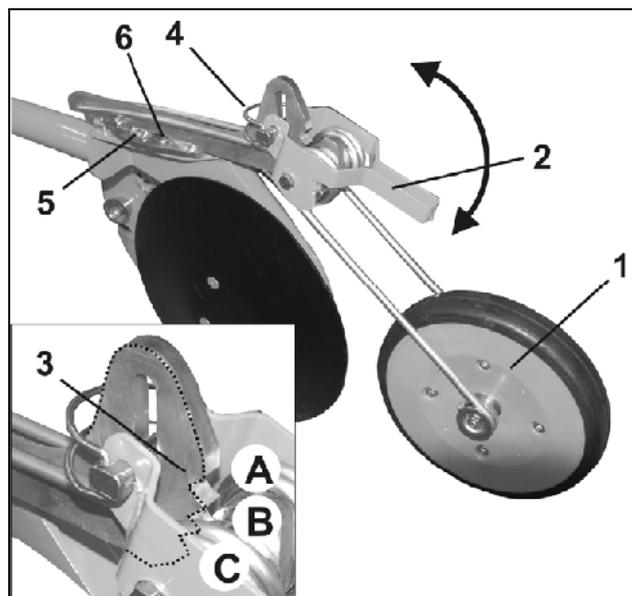

Fig. 21
La pression exercée par les roulettes de rappui de la semence (Fig. 21/1) est réglable sur 3 positions.
- Pivotez le levier d'arrêt (Fig. 21/2) vers le haut pour le débloquer.
La denture permet de régler la roulette de rappui de la semence sur 3 positions différentes (Fig. 21/1).
- Enlevez la goupille (Fig. 21/4).
2. Alignez la roulette de rappui à droite ou à gauche sur le support en tournant la vis sans tête (Fig. 21/5).